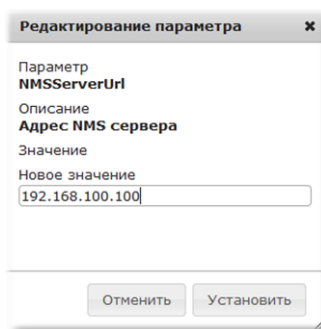

Рисунок 27 – Вид окна «Редактирование параметра *NMSServerUrl*»
4) в отобразившемся окне «Редактирование параметра *NMSServerUrl*» (см. Рисунок 27), ввести IP-адрес NMS-сервера и нажать кнопку «Установить».